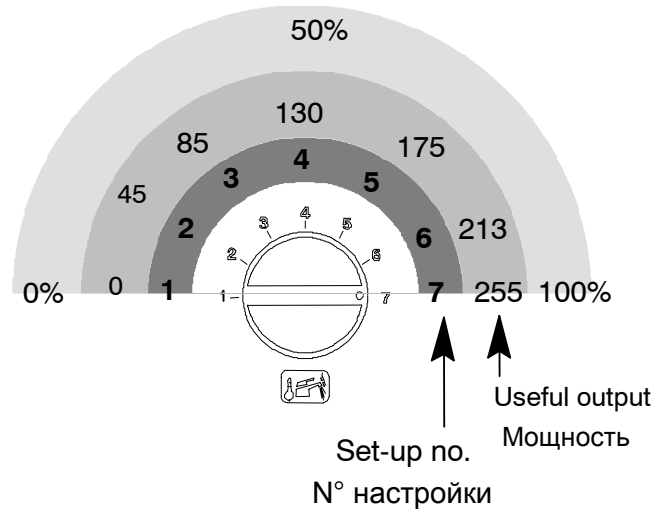
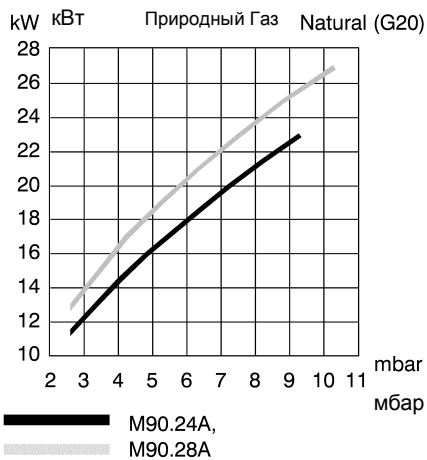
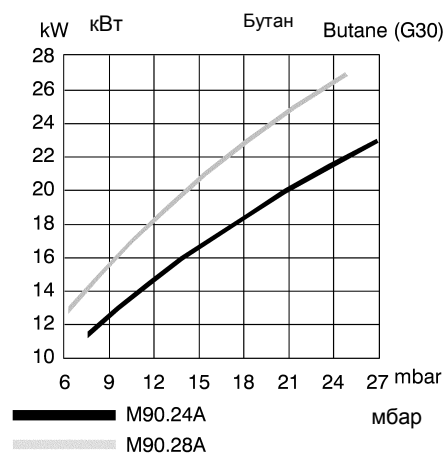

Fig. 6.11
Fig. 6.12
Fig. 6.13
2. To change the set parameters, turn the sanitary temperature adjustment knob to the required position (ex.: in Fig. 6.11 the knob is set to position 7, see also the tables on the boiler handbook, chapter *Gas adjustment check and* Fig. 6.12, Fig. 6.13); blockage signal LEDs will flash quickly
2. Для изменения настройки, повернуть рукоятку регулирования температуры ГВС в правильное положение (*пример:* на Fig. 6.11 рукоятка установлена на седьмую позицию, смотреть также таблицы в руководстве бойлера Глава *Проверка настройки газа* Fig. 6.12, Fig. 6.13), при этом быстро мигает сигнальная лампа блокирования.